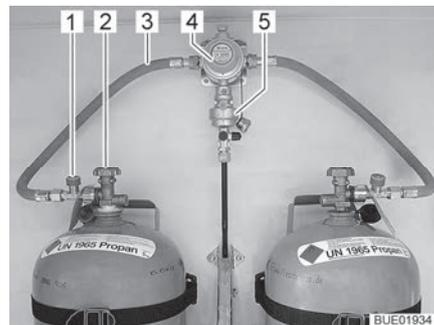

Fig. 43 Bombonas de gas con DuoControl
El sistema de regulación DuoControl se compone de una válvula selectora (Fig. 43,4) y el sensor de impacto (Fig. 43,5). El sistema de regulación DuoControl está montado entre las gomas del gas (Fig. 43,3) con dispositivo de seguridad en caso de rotura de manguera (Fig. 43,1). Con el botón giratorio (Fig. 44,1) en la válvula selectora se puede determinar cuál de las bombonas de gas se utilizará como bombona de servicio y cuál de ellas como bombona de reserva.
El dispositivo de seguridad en caso de rotura de manguera (Fig. 43,1) bloqueará el flujo de gas si se rompe la manguera conectada. El dispositivo de seguridad en caso de rotura de manguera se deberá activar pulsando la tecla verde.
En la unidad de mando (Fig. 45), se conecta y desconecta el suministro de gas a través del sistema de regulación DuoControl. Las llaves de paso principales (Fig. 43,2) de las bombonas de gas y las válvulas de paso de gas deben abrirse a mano.
- Abrir las llaves de paso principales (Fig. 43,2) de las bombonas de gas.
- Pulsar la tecla verde del dispositivo de seguridad en caso de rotura de manguera (Fig. 43,1). En la mirilla (Fig. 44,2) se visualizará la marca verde.
- Cerrar las llaves de paso principales (Fig. 43,2) de las bombonas de gas.
- Cerrar la llave de paso principal (Fig. 43,2) de la bombona de gas vacía. Observar el sentido de la flecha.
- Pulsar la tecla verde del dispositivo de seguridad en caso de rotura de manguera (Fig. 43,1).